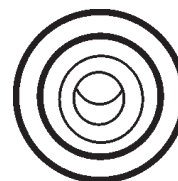

Figure 42. Voyant de pré-chauffage
3. En fonction de la température du fluide de refroidissement (par temps froid), le voyant de préchauffage (Figure 42) s'allume (ON) et reste allumée jusqu'à ce que le cycle de préchauffage prend fin. À la fin du cycle de préchauffage, le voyant s'éteint et le moteur se met en marche automatiquement.